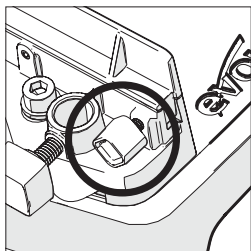

Fig. 5
- Afloje el tornillo de mariposa. **(Fig. 5).**